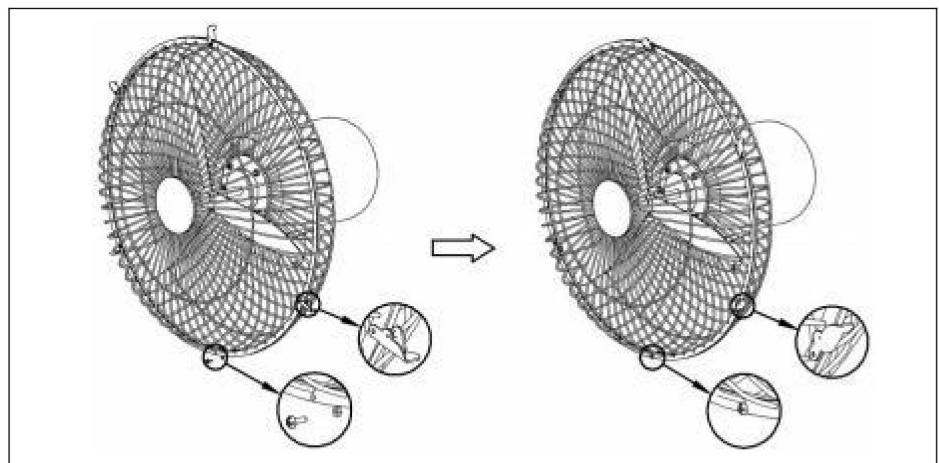

Figure 7.
3). Alignez les trous de vis au bas des grilles avant et arrière, puis fixez les boutons situés en haut du couvercle de la grille avant sur le couvercle de la grille arrière, fixez tous les boutons du couvercle de la grille (2) et verrouillez enfin les vis de sécurité (18). Voir la (Fig.7.)